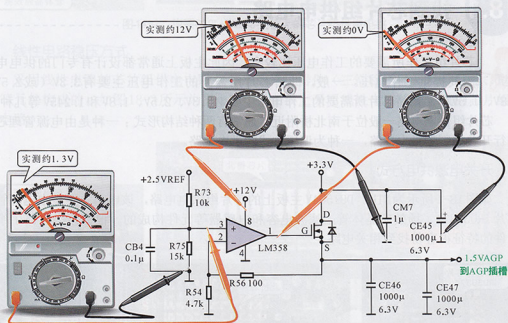

图17-10 检测运算放大器的检测
参照图17-10可知,运算放大器LM358的③脚为运算放大器基准电压输入端,①脚为电压输出端,⑧脚为供电端,用万用表分别检测这三个引脚的电压值,如图17-10所示。
根据图17-10可知,该电路中,运算放大器的供电电压为12V正常;基准电压端约为1.3V(经限流电阻R73、R75分压),正常;输出端电压接近0V,不正常。由此怀疑该运算放大器内部损坏,用同型号运算放大器LM358更换后,再次测量其①脚输出端电压约为3.8V,恢复正常。通电试机,故障排除。